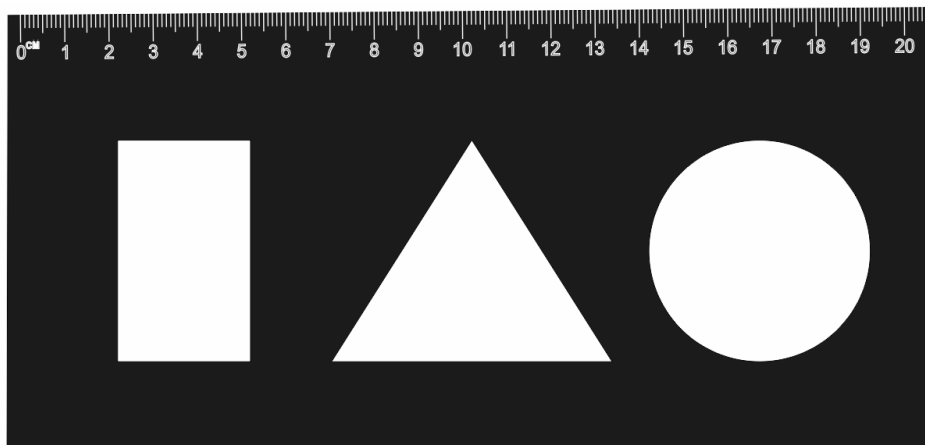

Рис. 1. Наглядное изображение макета изделия
По наглядному изображению (см. рис. 1) сконструировать и изготовить изделие
- 1) В соответствии с наглядным изображением (см. рис. 1) разработать макет «Линейки-трафарета» в одном из графических редакторов или двухмерных система автоматизированного проектирования и черчения: